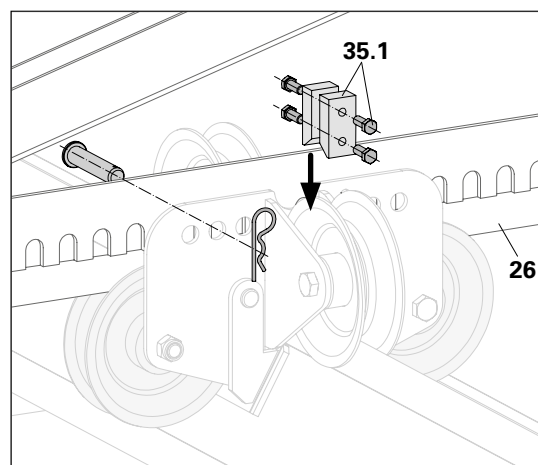

Fig. A9.05a – Bolt og fjedersplit kun på fast leje
2. Montér en klods med hver 2 bolte M12 x 30 (**35.1**) – 2x. (Fig. A9.05a)
3. Stik pasbolten gennem den passende udsparring i vognen (**35**) og landets boring (**26**) og fastgør den med fjedersplit. (Fig. A9.05a) → Fast land. (Fig. A9.05b)